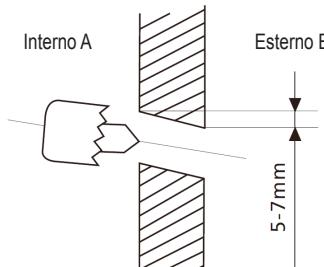

fig. 11 -
5. Eseguire un foro Ø65 mm (o Ø90 mm in base al modello) sulla parete ("fig. 11 -"), leggermente discendente verso l'esterno, iniziando a forare da un lato del muro (A) e terminando dal lato opposto (B) per evitare rotture anomale del muro stesso.